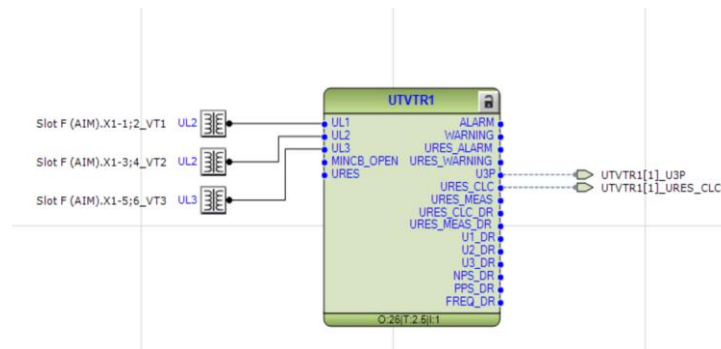

Imagen 60_Bloque UTVTR1 con variables en entradas y salidas
2.1.18 Teniendo como resultado el bloque con las cinco conexiones que se aprecian en la **Imagen 60**.